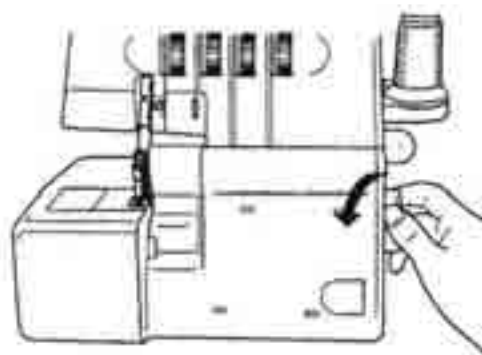

Fig. 9b
1. Drej håndhjulet **6** mod dig, indtil nålene er i den øverste stilling (fig. 9b).
Drej altid kun håndhjulet **6** hen mod dig selv (fig. 9b).